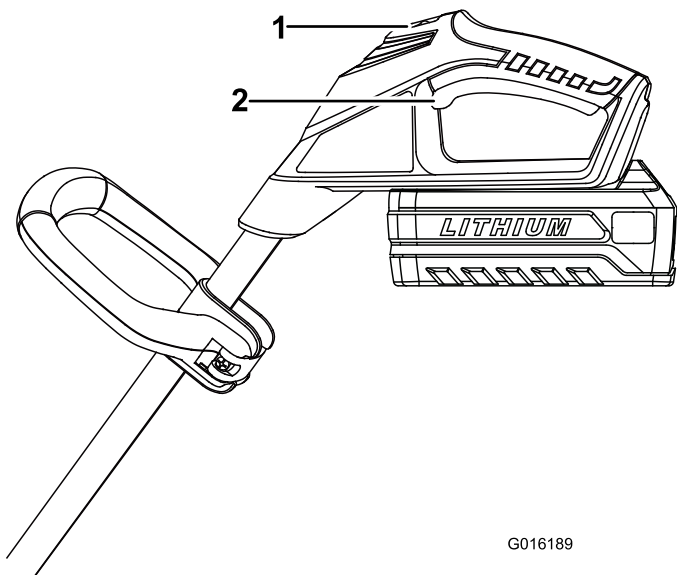

**Figure 6**
1. Alignez la languette de la batterie sur le creux dans le corps de la poignée (Figure 6).
2. Saisissez la poignée d'actionnement (Figure 6).
4. Pour démarrer la débroussailleuse, repoussez le commutateur de verrouillage à la position de marche, puis serrez la poignée d'actionnement (Figure 6).